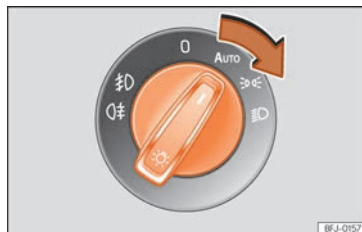

Fig. 105 Tablero de instrumentos: mando de las luces.
- Gire el interruptor hacia la posición deseada » » » **fig. 105.**